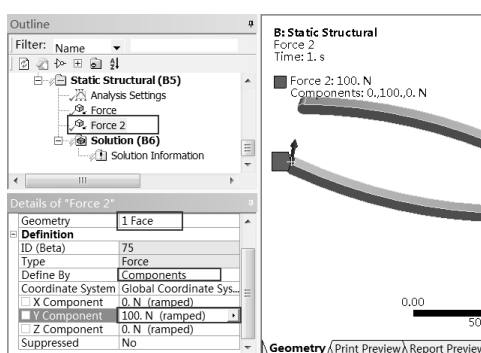

图 13-32 施加载荷（2）
Step4：与以上设置方法相同，设置另外一个手柄的载荷，方向沿着 Y 轴向上，如图 13-32 所示。